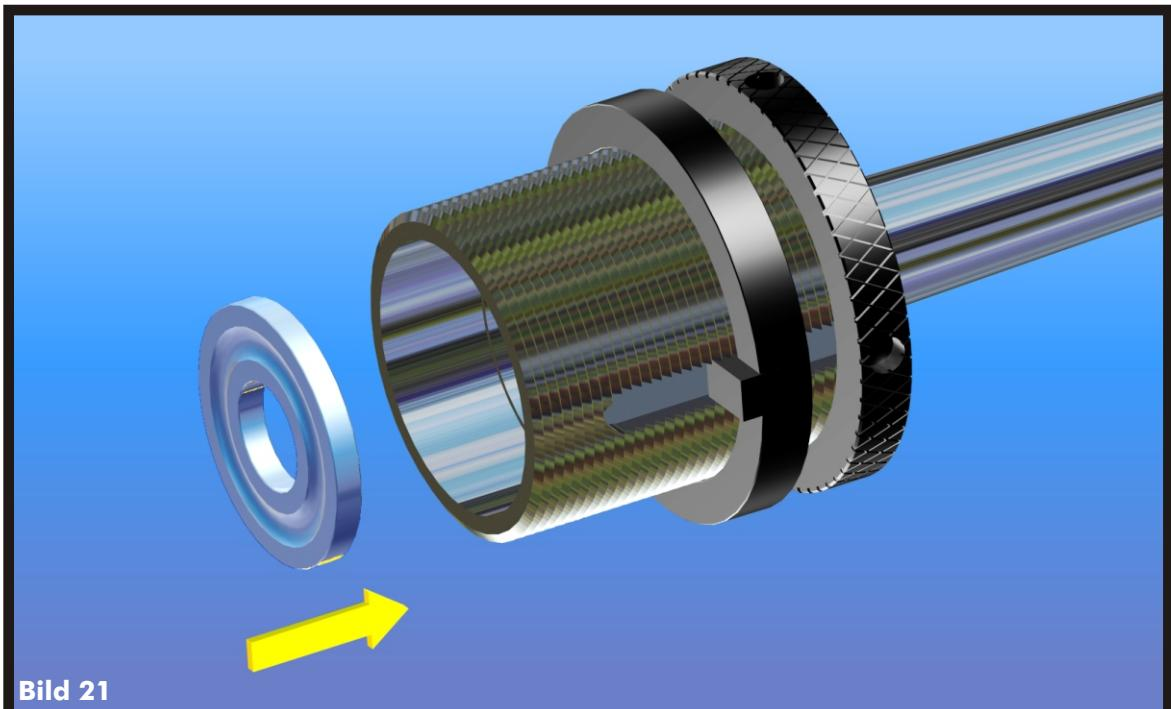

Bild 21
- > **Setzen Sie die Axiallagerschale mit dem kleineren Innen-durchmesser in den Lagersitz der Aufnahme ein (Bild 21).**